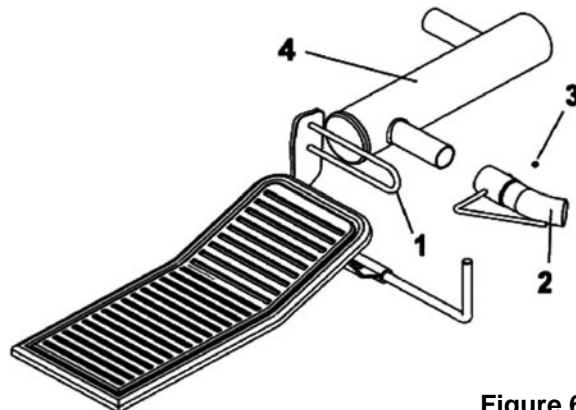

Figure 6
Assurez-vous de placer la cabine entre le garde (fig. 6, item 1) et le repose-pieds afin que la toile ne soit pas endommagée par la chaleur du silencieux.